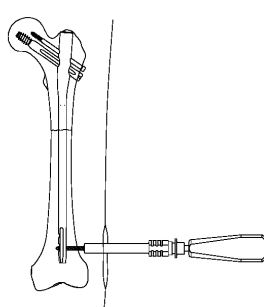
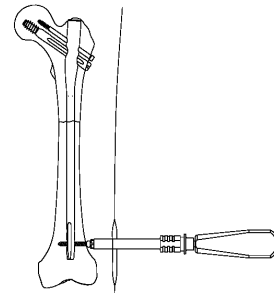

図 3
図 4
- 適位まで挿入したところで（図 3）、スクリューホルダーを手前へ引き戻して、スクリューのホールドを解除し、最後までスクリューを挿入します。（図 4）